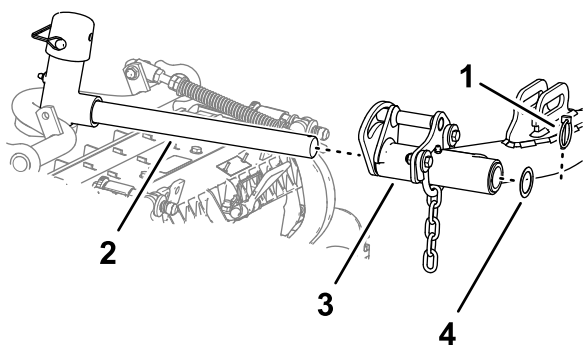

**Figura 27**
- Deslice una unidad de corte debajo del brazo de elevación (Figura 27).